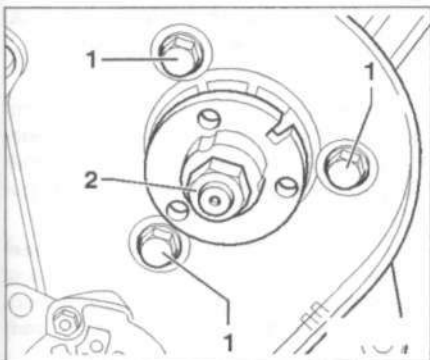

Рис. 7.46. Открутите болты 1 крепления кронштейна.
8. Открутите болты 1 крепления кронштейна (рис. 7.46).